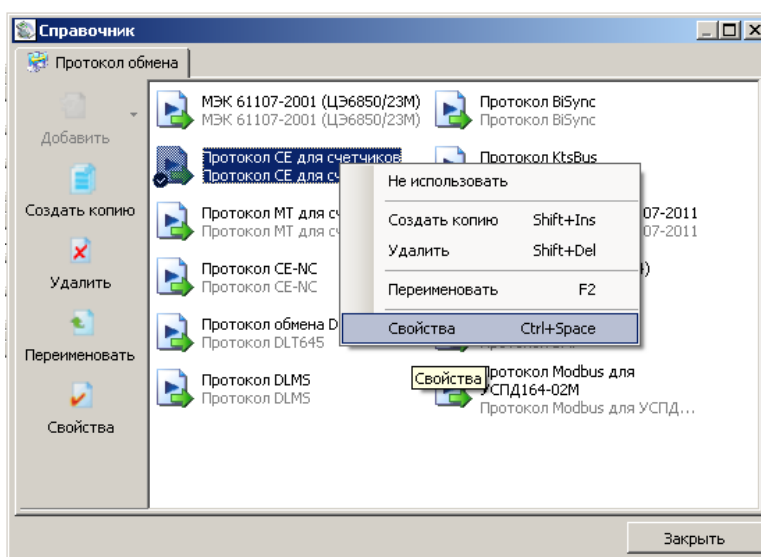

Рисунок 26 – Окно справочника протокола обмена
5.2.8 Выбрать профиль настроек протокола обмена «Протокол SE для счетчиков» и нажать кнопку «Свойства» на панели задач. В результате откроется окно редактирования настроек протокола обмена, см.Рисунок 26.